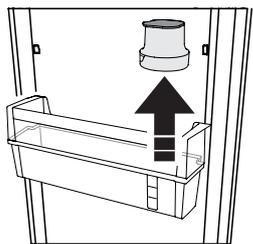

Fig. 4
- Rimuovere il filtro dal balconcino portabottiglie (Fig. 4);